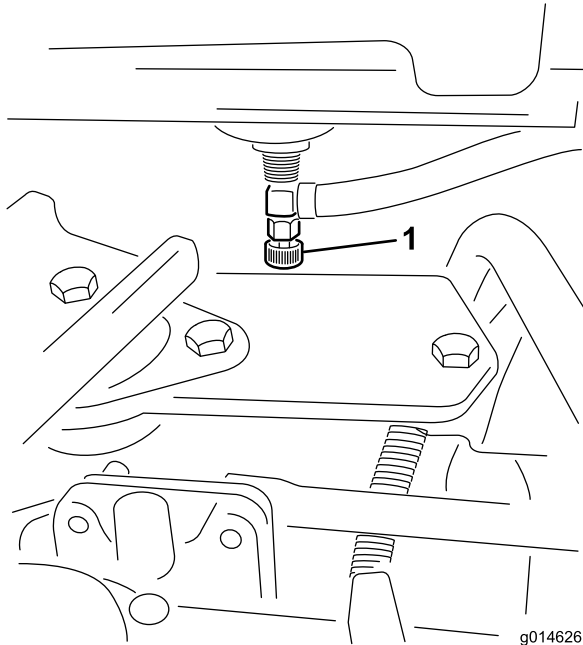

Bild 49
1. Schließen Sie den Kraftstoffhahn (Bild 49) unter dem Kraftstofftank.